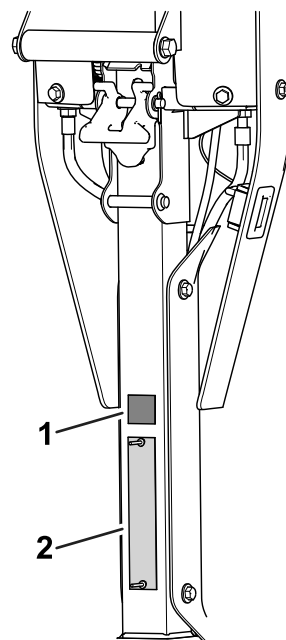

Рисунок 10
- Разместите наклейку CE/UKCA над табличкой с серийным номером Рисунок 10